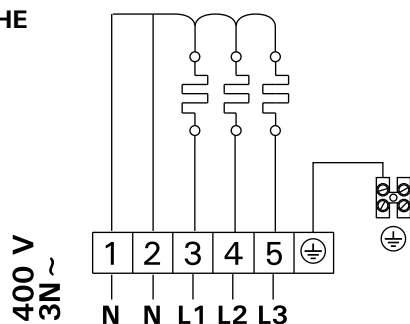

Рисунок 5. Электрические подключения
- В качестве кабеля (рис. 5: А) следует использовать резиновый кабель типа HO7RN-F или подобный.
- Кроме разъемов питания каменки PC оснащены также разъемом (P), который делает возможным управление электрическим нагревом (см. рис. 5). Кабель управления электро-отоплением подводят прямо к розетке каменки и дальше с помощью резинового кабеля, равного по толщине кабелю подключения, к клеммнику.